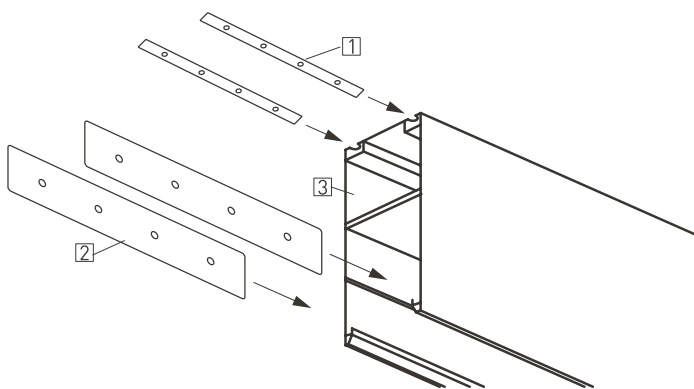

Рисунок 5. Установка соединителей в пазы шинопровода.
- 3.18. Установите в пазы шинопровода [3] коннекторы SIDE [2] и UP [1] на половину длины и закрепите их установочными винтами из комплекта поставки (см. рисунок 5).